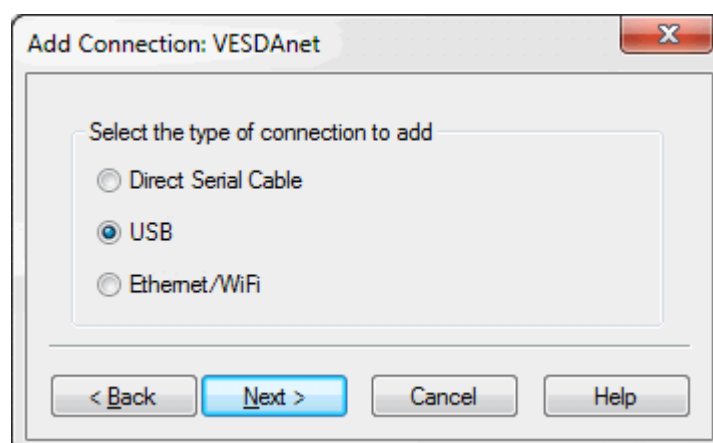

Figure 5-3: Sélectionner USB
1. Sélectionnez **USB**, puis **Suivant** (Figure 5-3).